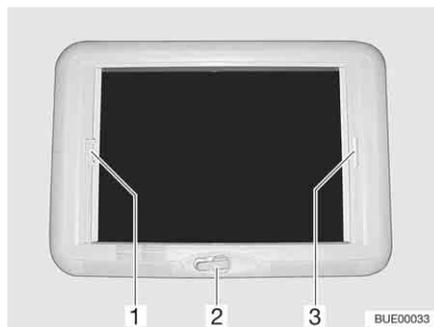

Fig. 82 Oblò a manovella
- Ruotare la manovella (Fig. 82,2) fino a quando non si incontra resistenza.
- Tirare la tendina oscurante pieghevole per la maniglia (Fig. 82,3) e rilasciarla alla posizione desiderata. La tendina oscurante pieghevole rimane in questa posizione.
- Tirare la protezione contro gli insetti per la maniglia (Fig. 82,1) verso la maniglia contrapposta della tendina oscurante pieghevole (Fig. 82,3) e farla innestare.
- Tirare la maniglia della protezione contro gli insetti (Fig. 82,1) dietro, verso l'alto, e sganciare la protezione contro gli insetti dalla tendina oscurante pieghevole (Fig. 82,3).